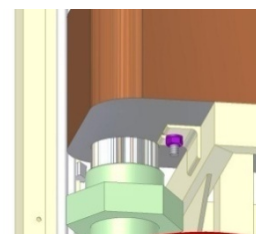

Рис. 4.2-3
2. Открутите гайку М8 в нижней части теплообменника (обозначена фиолетовым цветом на рис. 4.2-3).